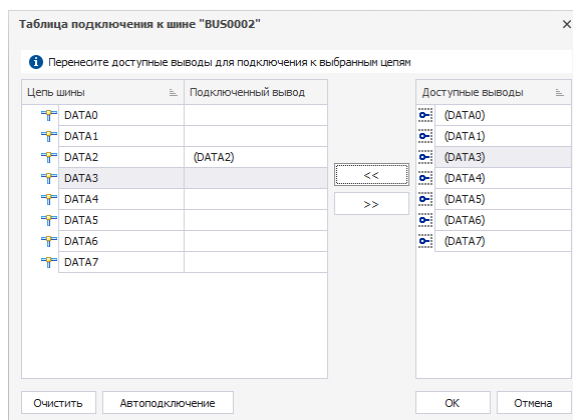

Рис. 192 Соответствие между цепью и выводом установлено
2. Нажать на кнопку «Добавить цепь», расположенную в центральной части окна. Будет установлено соответствие между выводом и цепью, см. Рис. 192.